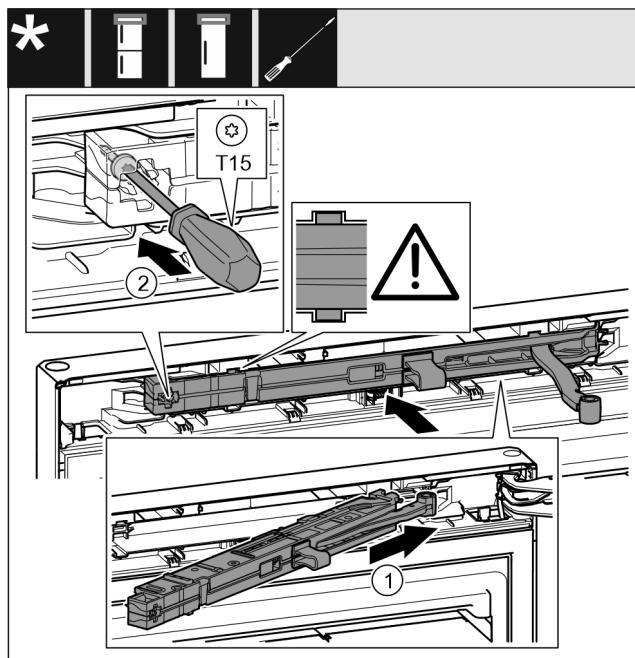

Fig. 55
- ▶ Schließdämpfereinheit Fig. 55 (1) auf der Lagerbockseite bis zum Anschlag schräg in die Aussparung einschieben.
- ▶ Schraube Fig. 55 (2) mit einem Schraubendreher fest-schrauben.